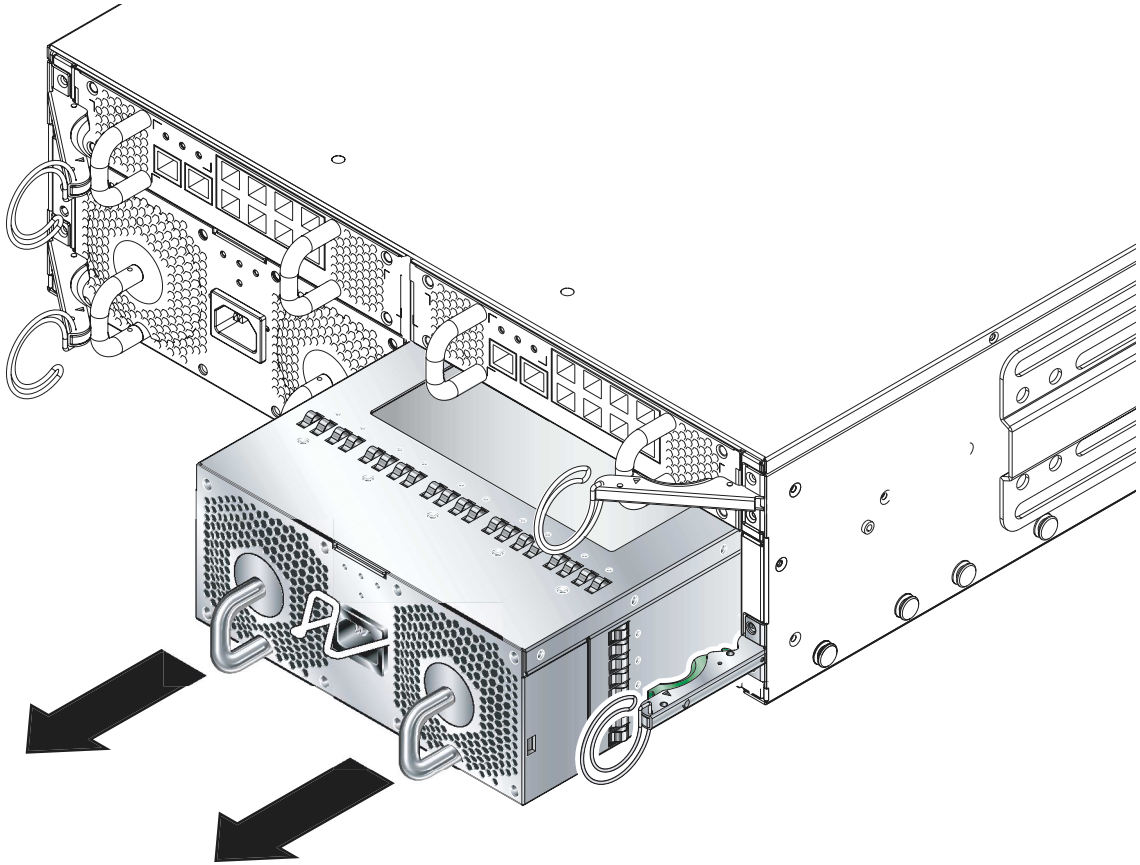

图 12-13 从系统机箱上拆下 PSU
5. 拖动接在 PSU 背面的垂直手柄，将 PSU 从系统机箱中拆下（图 12-13）。